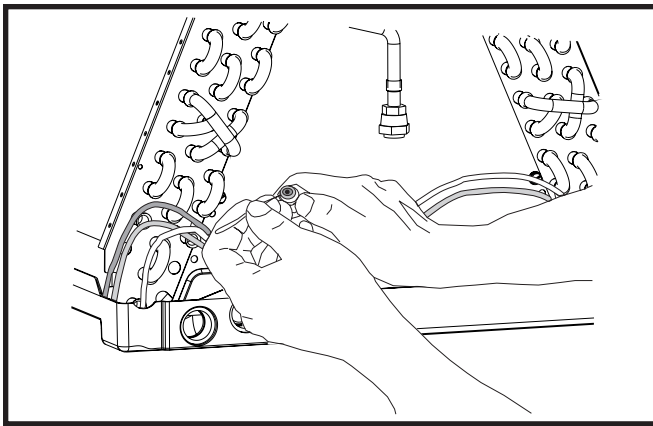

Figure 1. Distributeur et orifice
2. Dévissez l'écrou orientable et retirez l'orifice fixe du distributeur. Voyez la Figure 1 (page 3).
- Retirer l'étranglement à l'intérieur du distributeur. Voyez la Figure 1 (page 3).